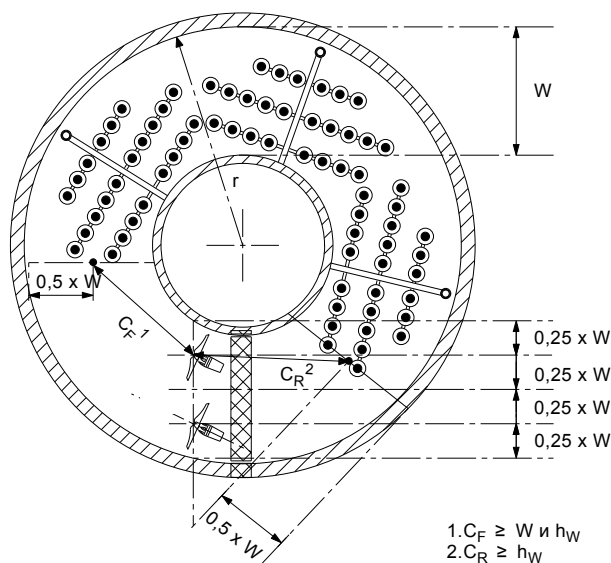

Рис. 42 Два образователя потока в резервуаре в форме кольцевого канала
- При установке двух образователей потока (рис. 42) резервуар необходимо разделить на две половины и расположить каждый образователь потока в центре каждой половины резервуара